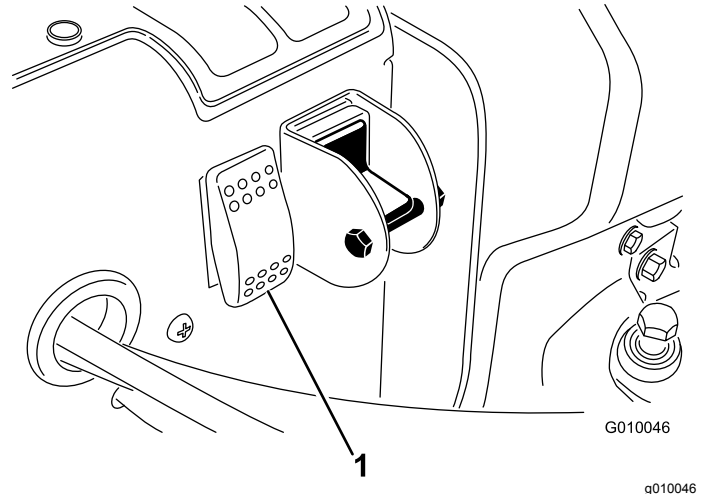

Figure 32
2. Appuyez sur l'interrupteur de réinitialisation du système (Figure 32).